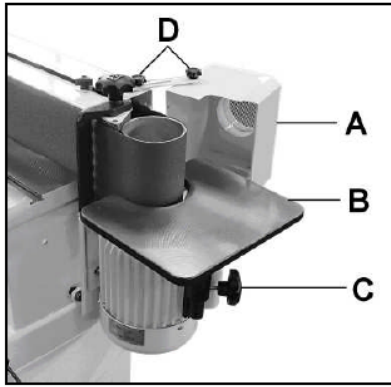

Рис. 9
Откройте кожух вала (A) (Рис. 9) и закрепите обе ручки (D).